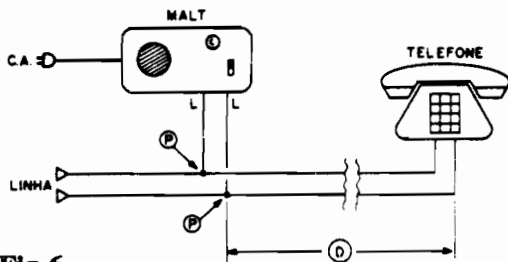

Fig.6
- FIG. 6 - A INSTALAÇÃO DO MALT - É só ligar o circuito à linha telefônica, via pontos L-L (consubstanciados no par de conetores tipo "Sindal" - ver figuras...), sem nenhuma preocupação de polaridade, enfiar o plugue do "rabicho" numa tomada C.A. próxima, ligar a chave geral (L-D) e ajustar o VOLUME! Um teste efetivo, obviamente, apenas poderá ser feito com a linha telefônica "em uso", para se determinar VOLUME, essas coisas (eventualmente configurando a necessidade de modificações no valor do resistor marcado com asterisco no esquema - fig. 1...). Um ponto importante (que já foi insinuado...) é que o MALT não precisa (normalmente nem deve...) ficar próximo ao aparelho telefônico conetado à linha monitorada! Na verdade, a distância "D" pode